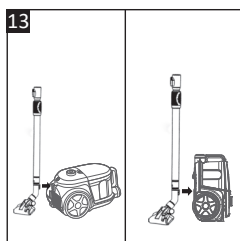

Рис. 13
- Нажмите кнопку освобождения телескопической трубки (20), чтобы втянуть трубу перед парковкой.
- **Горизонтальное парковочное положение** - вставьте язычок на шейке щетки для пола (18) в парковочный паз на задней части пылесоса, как показано на (Рис. 13).
- **Вертикальное парковочное положение** - Поставьте пылесос вертикально и вставьте язычок на шейке щетки для пола (18) в парковочный паз в нижней части пылесоса, как показано на (Рис. 13).